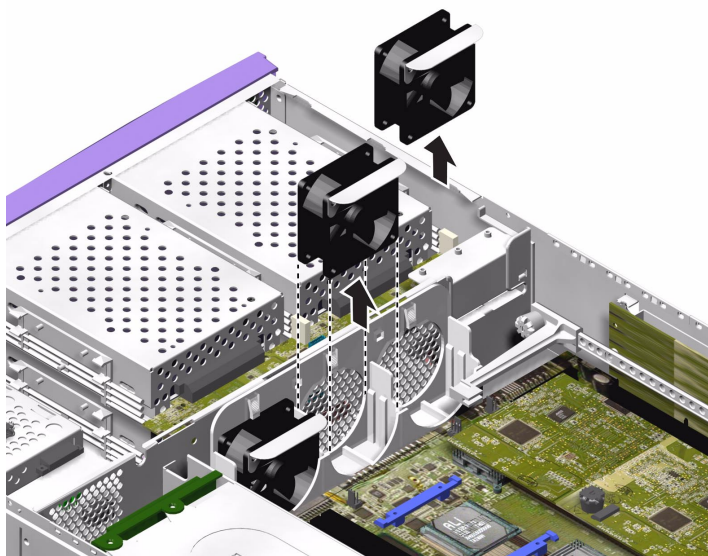

図 1-18 ファンの取り外し (Sun Fire V240 サーバーの例)
- シャーシからファンを取り出します。詳細は、図 1-18 を参照してください。